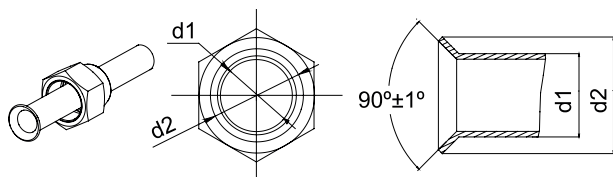

Рис. 10
4. Развальцовка должна быть выполнена равномерно, на развальцованном участке не должно быть трещин (см. рис. 10).